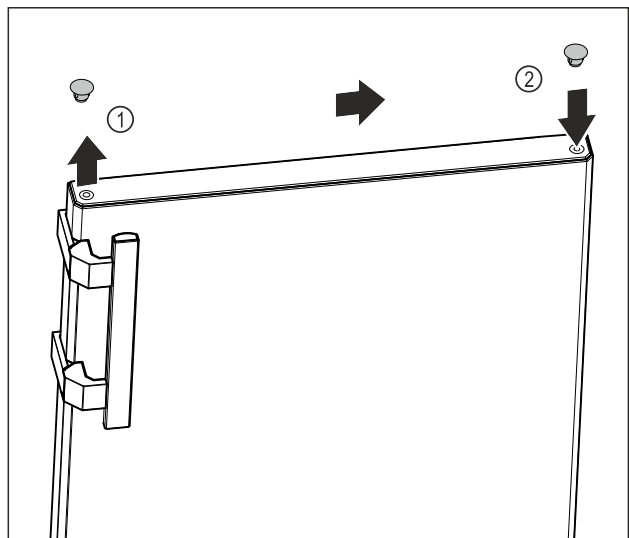

Fig. 18
- ▶ Levantar con cuidado el tapón de la tapa del lado superior de la puerta Fig. 18 (1) con el destornillador plano.
- ▶ Insertar el tapón de la tapa en el lado opuesto. Fig. 18 (2)